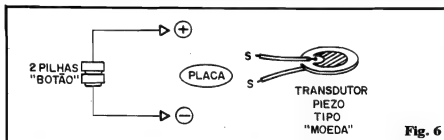

Fig. 6
- **FIG. 6 - ULTRA-MINIATURIZAÇÃO** - Sabemos que muitos de Vocês são "radicais juramentados"! Se projetamos algo **grande**, "querem maior" e se desenvolvemos algo **pequeno**, "querem minúsculo"... Tudo bem... Quem quiser "espremer" ao máximo a montagem (mesmo baseando-a na plaquinha com **lay out** igual ao da fig. 2, havendo ainda a possibilidade de "releiautar" para maiores "espremeamentos"...), poderá simplesmente alimentá-la com duas pilhinhas "botão" (1,35 a 1,55V cada), fazendo a conexão conforme mostra a figura (o lado "chato e liso" dessas pilhinhas corresponde ao terminal **positivo**, sempre...). Como "prender" e conectar as pilhinhas, é um problema para ser resolvido pela habilidade e